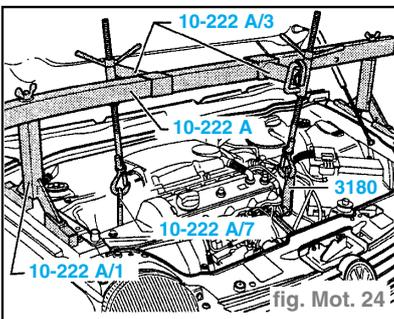

fig. Mot. 24
- Mettre en place le dispositif de maintien **10-222 A** comme indiqué ci-contre et soutenir le moteur dans la position de montage (fig. Mot. 24).